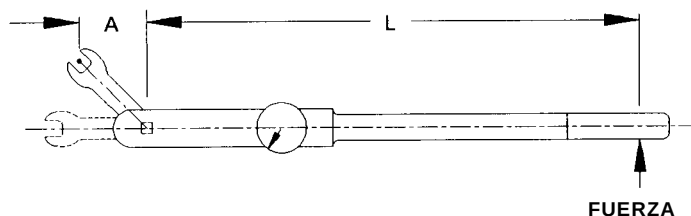

FIGURA 1-11 TORQUÍMETRO CON ADAPTADOR EN CUALQUIER ÁNGULO
9. La razón entre el torque real en el tornillo y aquél indicado en el torquímetro es una función del largo del adaptador, su posición en relación al brazo del torquímetro y el punto donde se aplica la fuerza (véase la Figura 1-11).